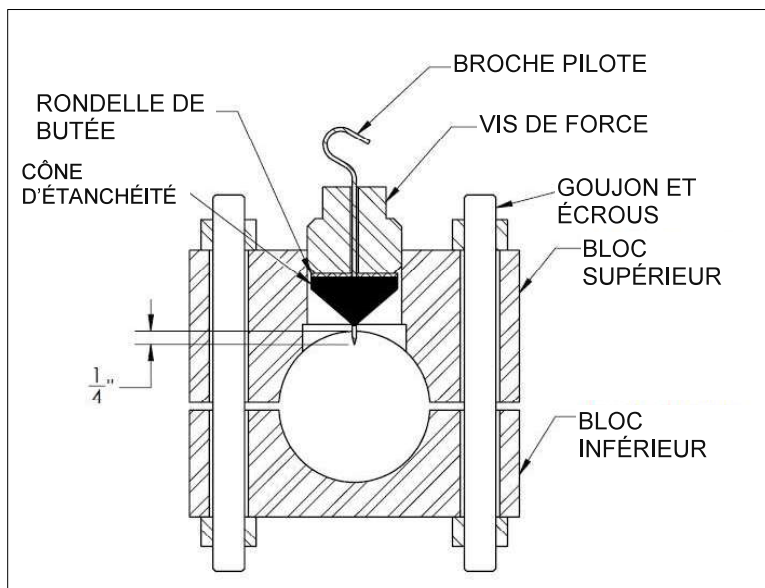

Figure 1
1. Retirer la protection de la broche pilote et ajuster la broche pilote de sorte qu'elle dépasse d'environ 1/4 pouce (6,4 mm) du cône d'étanchéité. Régler la vis de force jusqu'à ce que la pointe du cône d'étanchéité soit au ras de la surface intérieure du Smith+Clamp PLIDCO comme illustré en Figure 1.